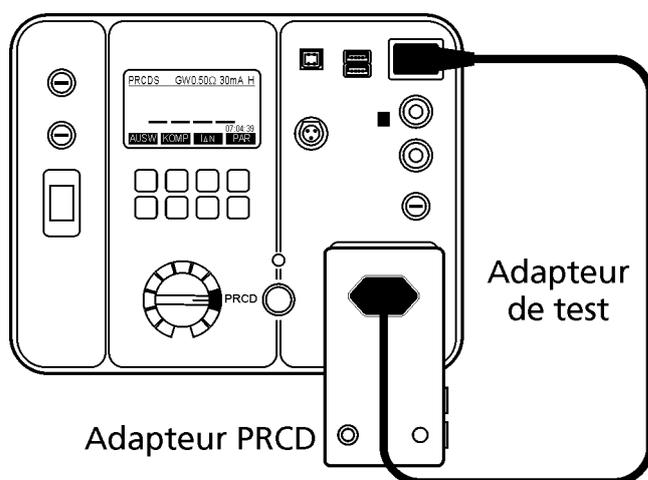

Figure 36: Connexion de l'adaptateur PRCD à des fins de compensation
Les étapes de test 21, 22 et 23 ne peuvent être effectuées qu'avec l'adaptateur PRCD en option. Toutes les autres étapes de test peuvent être effectuées sans adaptateur PRCD bien qu'elles soient expliquées dans les descriptions et les figures 36 à 41 avec l'adaptateur PRCD.
- Pour obtenir une résistance correcte du conducteur de protection, vous devez avoir compensé (mise à zéro) la résistance interne des deux adaptateurs, voir les informations de connexion ci-dessous sur la figure 36. Connecter l'adaptateur de test (= cordon IEC) à la prise de test / prise secteur et au connecteur de test PRCD du testeur GT-900.